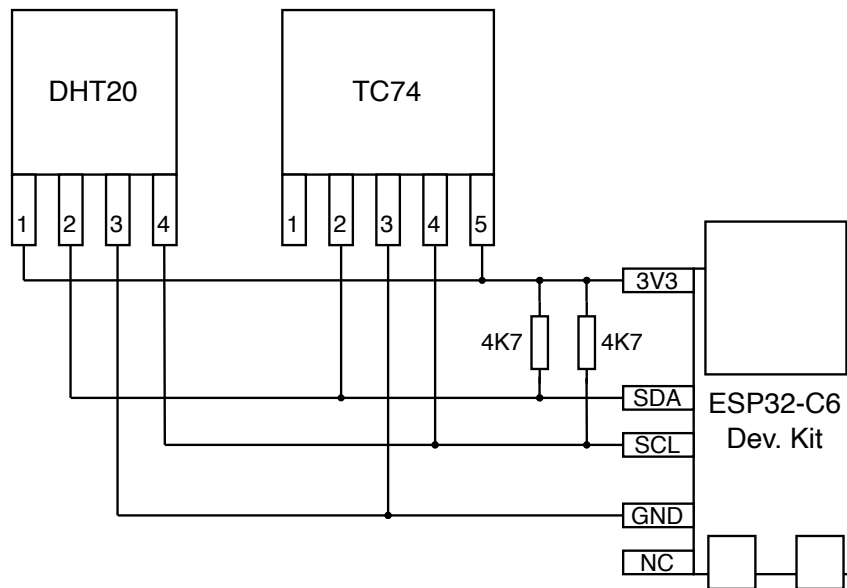

Figura 2: Circuito de ligação I2C aos sensores TC74 e DHT20
Monte na placa branca o circuito da Figura 2. Como documentado, o objetivo é adicionar o sensor de temperatura e humidade DHT20 ao barramento I2C, mantendo as duas resistências de *pull-up* de 4,7 k Ω existentes.
- As ligações da Figura 2 respeitam a pinagem do sensor descrita na secção 5?
- A secção 4.6 recomenda um componente adicional que não aparece na Figura 2. Qual é o componente e onde deve ser colocado?